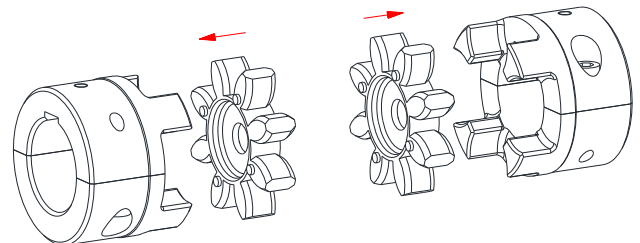

Bild 17: montering av kuggkransar
- Sätt i kuggkransarna i SPLIT-nav kamparti (se bild 17).